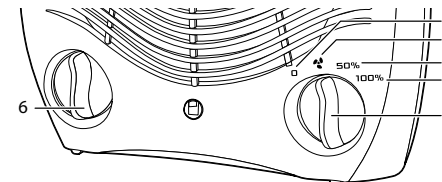

Рис. 2
ПЕРЕД ПОДКЛЮЧЕНИЕМ ПРИБОРА к электросети переведите ручку управления тепловентилятором **5** в положение **1** (Рис. 2). Ручку управления нагревом **6** поставьте ближе к «←» вращая против часовой стрелки. Затем подключите тепловентилятор к электросети. Включите вилку шнура питания в розетку с напряжением 220–240 В и частотой 50 Гц.
Поверните ручку управления нагревом **6** (Рис. 2) по часовой стрелке, как указано на изображении в сторону плюса до характерного щелчка.
Для включения прибора в режиме вентиляции (без нагрева) переведите переключатель режимов **5** в положение **2** (Рис. 2).
Чтобы включить прибор в режиме обогрева, поверните переключатель режимов **5** (Рис. 2) по часовой стрелке в положение **3** для использования частичной мощности обогрева или в положение **4** – для полной мощности обогрева помещения.
1. Переведите переключатель режимов **5** (Рис. 2) в положение **2** (вентиляция).